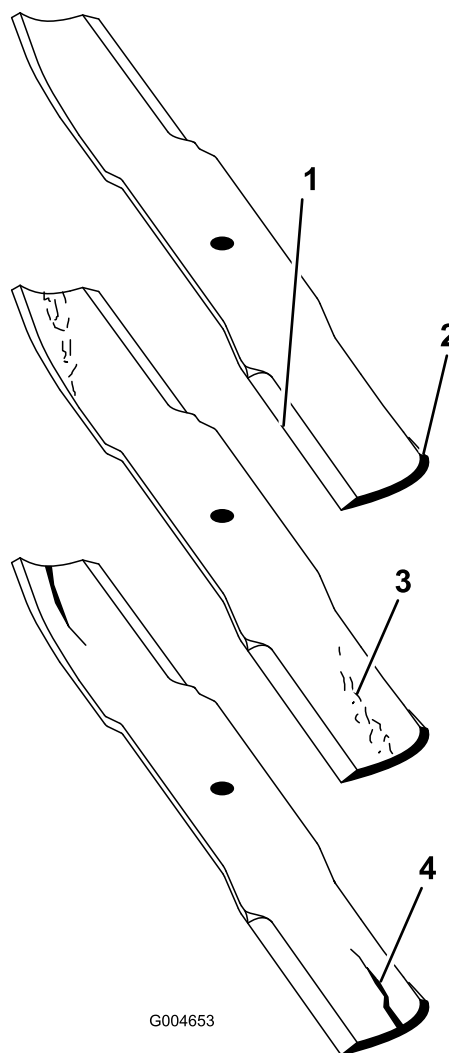

Figura 92
2. Examine cuidadosamente los extremos de corte de la cuchilla, sobre todo en el punto de reunión entre la parte plana y la parte curva de la cuchilla (Figura 92).
**Nota:** Puesto que la arena y cualquier material abrasivo pueden desgastar el metal que conecta las partes curva y plana de la cuchilla, compruebe la cuchilla antes de utilizar el cortacésped. Si la cuchilla está desgastada (Figura 92), cámbiela.